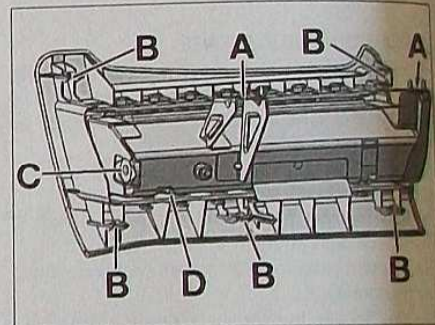

FIG. 8
Décliper le connecteur du faisceau en (C) et la masse en (D) (Fig.8)